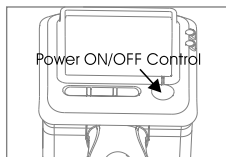

Рис.1
1. Нажать кнопку питания для включения камеры (см. Рис.1). Загорится индикатор питания и включится ЖК-дисплей.